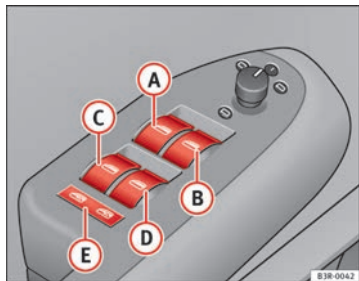

Abb. 80 Ausschnitt aus der Fahrertür: Schalter
- Ⓐ Schalter → Abb. 80 für das Fenster in der Fahrertür
Mit dem Sicherheitstaster ⇒ Abb. 80 (E) können die Schalter an den hinteren Türen außer Betrieb gesetzt werden. Nur wenn der Schalter hineingedrückt ist, lassen sich die Fenster von den Fondsitzen aus öffnen oder schließen.